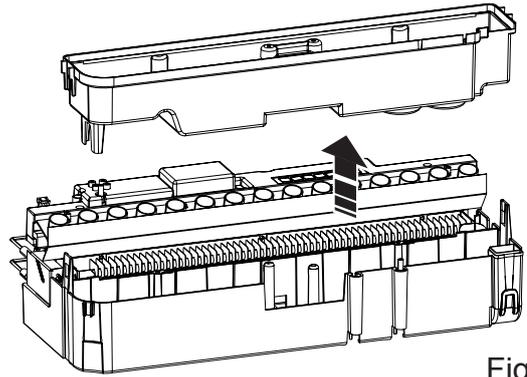

Fig.10
6. Løft kummen forsiktig ut (fig. 10), vær forsiktig så du ikke søler ut vann. Legg kummen i utslagsvasken.